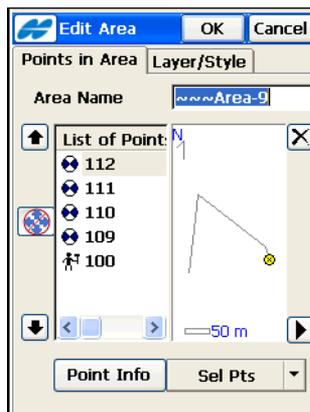

Abbildung 6-30. Bearbeiten von Flächen
3. Um die Flächeneigenschaften zu bearbeiten, tippen Sie doppelt auf eine Fläche oder markieren sie in der Liste. Tippen Sie dann auf **Edit**. Das Fenster **Edit Fläche** erscheint (Abbildung 6-30).